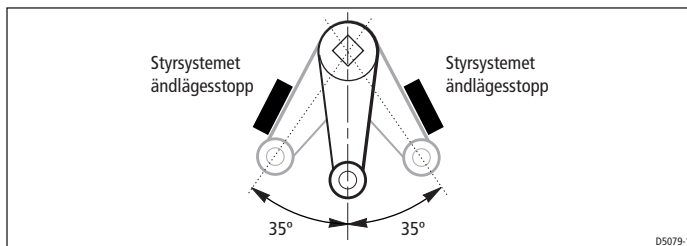

Bild 7: Totalt roderutslag
- rodrets maximala utslag begränsas till  $\pm 35$  grader av styrsystemets ändlägesstopp i stället för av drivenhetens ändlägesstopp (se bild 7).